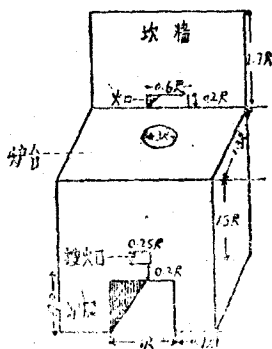

图3 炉灶外形图
(3)砌炉灶 (炉灶外形见图3) 在炉坑內,用磚砌炉灶。先砌0.7尺寬、0.6尺高的两个炉腿,两者之間相距1尺。然后在两个炉腿边上南北向并排平放两根2分厚的方形或扁形的細炉条,在炉条上再平放一块厚2寸的垫火磚。在垫火磚后面的水平面上,每